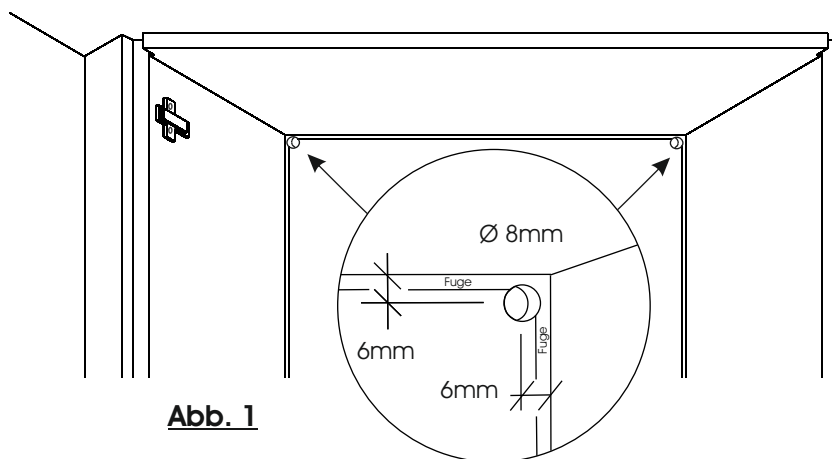

Abb. 1
1. Bohren Sie in der rechten und linken oberen Ecke (Abb. 1) mit einem 8mm Bohrer durch die Rückwand. Diese Bohrung benötigen Sie zur Verlegung der Anschlussleitungen. (Abb. 1)
2. Die Beleuchtung wird Ihnen mit einem Winkelprofil geliefert. Bedingt durch den Ausgang der Zuleitung gibt es ein rechtes und ein linkes Profil. Achten Sie darauf, dass die Kabel der Beleuchtung nach oben geführt sind. (Abb. 1) Ziehen Sie die Anschlussleitung der Leuchte durch die Bohrung.